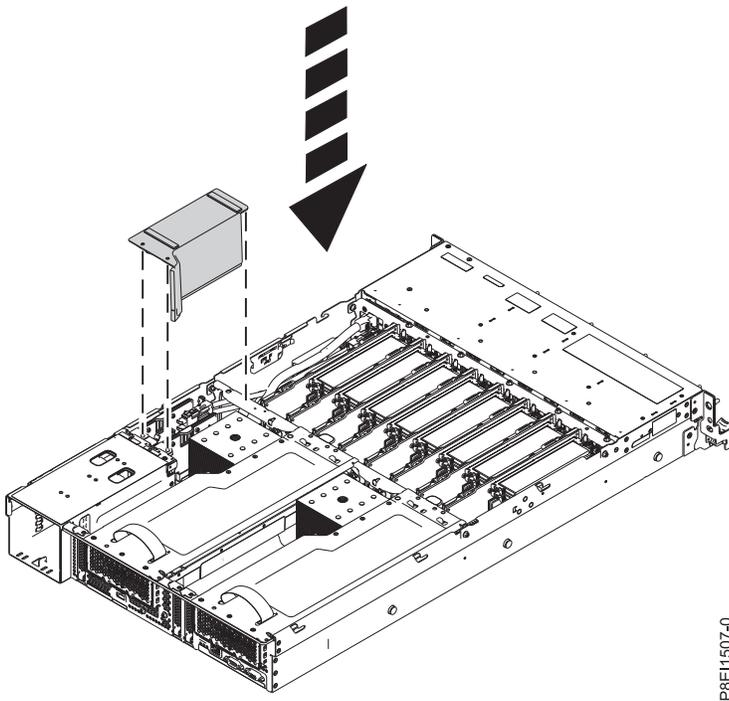

図 49. 電源ライザー・エア・バッフルの取り付け
4. 電源ライザー・エア・バッフルを取り付けます。 54 ページの図 49を参照してください。バッフル内の穴がシステム上のピンの位置と合っていることを確認します。